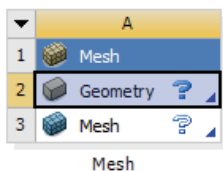

图 4-14 创建项目
2) 双击主界面 Toolbox 工具箱中的 Component Systems>Mesh 选项，在项目工程图区域内创建项目 A，如图 4-14 所示。